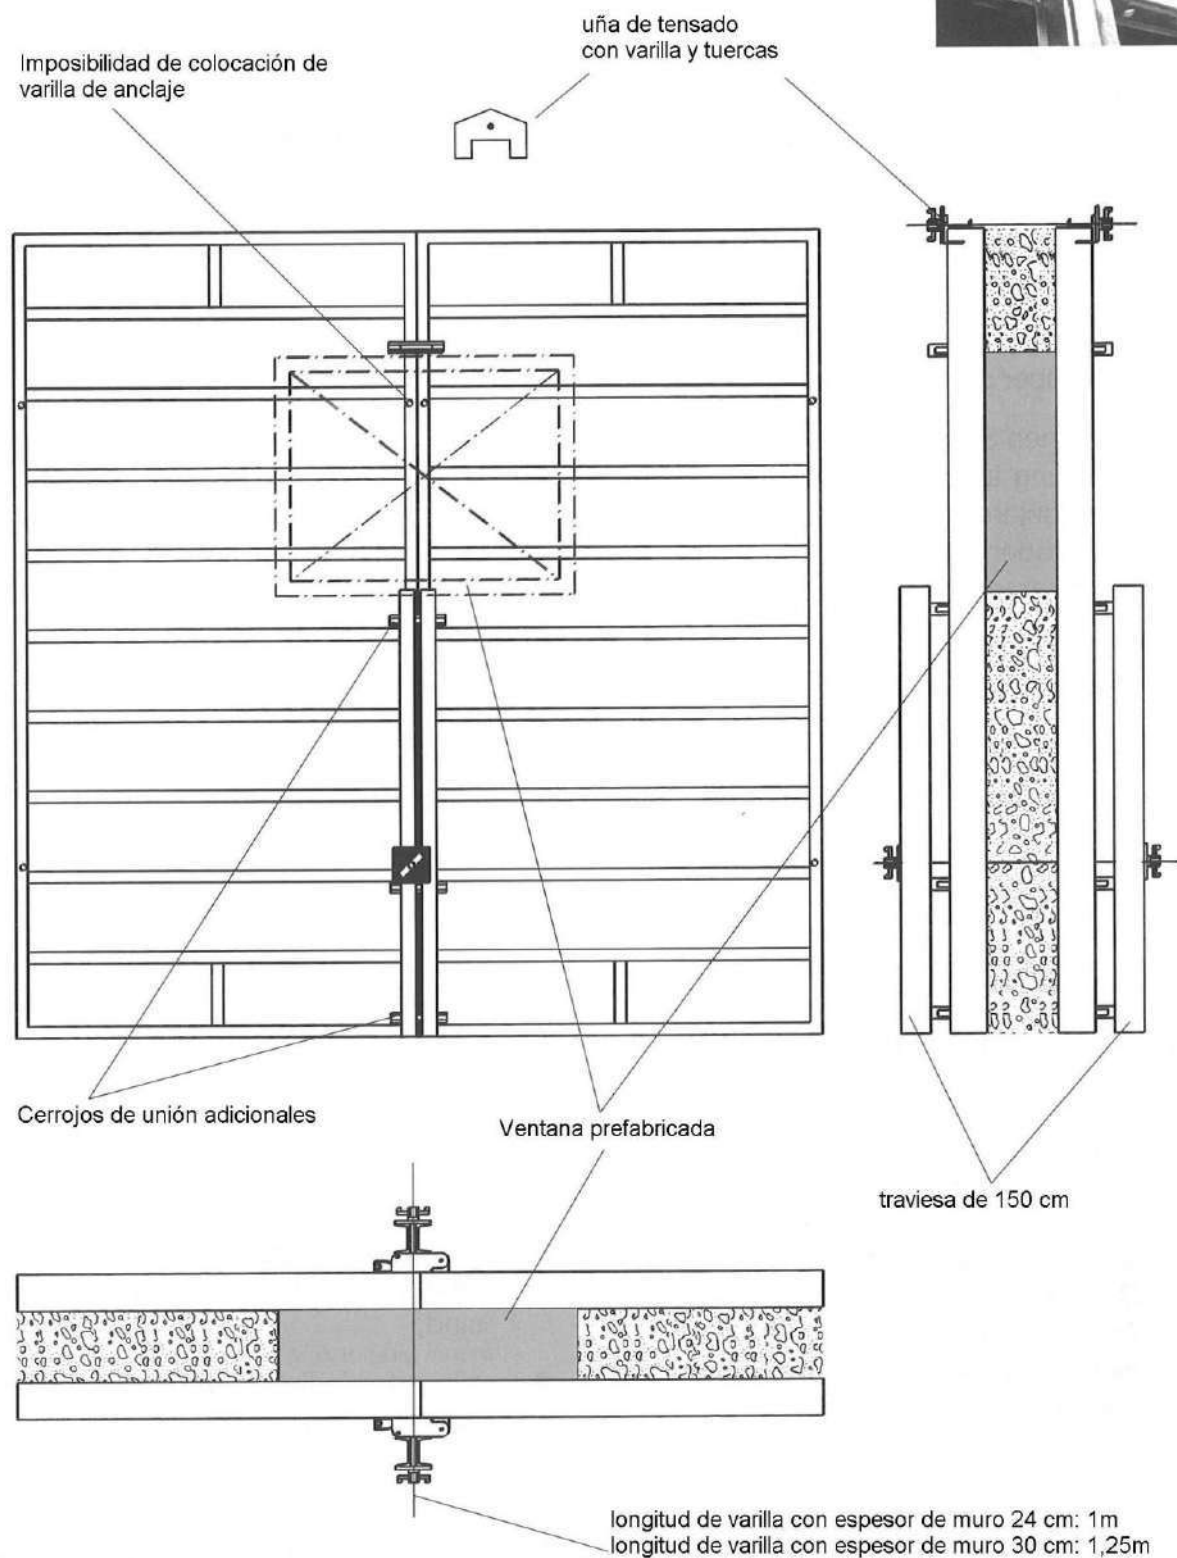

Figura 45 Incorporación al encofrado de piezas
1. Según la Figura 45 coloque 2 cerrojos de unión adicionales en la zona de la ventana